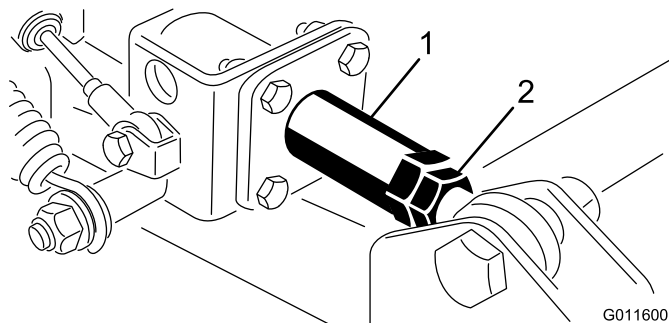

**Figura 7**
2. Pernos de montaje, arandelas & contratueras (8)
- B. Coloque una escuadra o una regla contra el soporte soldado de la plataforma que contiene el conjunto de la horquilla de la rueda giratoria (Figura 7). No utilice el conjunto de la horquilla en sí.
regla en al menos dos lugares, según se indica en Figura 7. El borde exterior de la llanta no es un punto de referencia fiable debido a irregularidades de la llanta y de la pintura. Estas dos mediciones deben ser iguales, con una tolerancia de 1/8 de pulgada (3 mm).